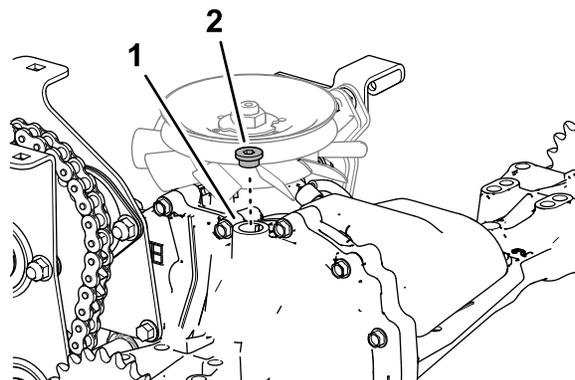

Рисунок 57
2. Удалите пробку из бокового отверстия в корпусе (Рисунок 57).